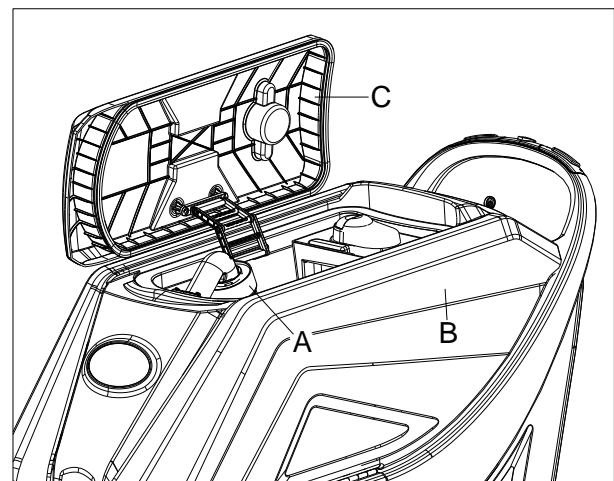
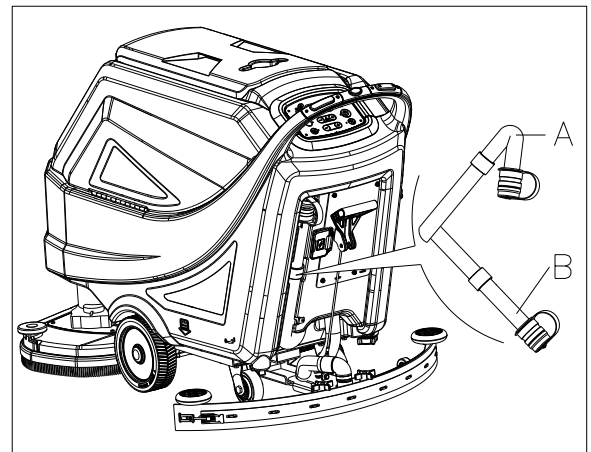

Abbildung 16
Abbildung 17
Eine automatische Schwimmerabschaltung (B, Abbildung 16) blockiert das Vakuumsystem, wenn der Schmutzwassertank (C) voll ist. Die Deaktivierung des Vakuumsystems wird durch einen plötzlichen Anstieg der Geräuschfrequenz des Vakuumsystemmotors signalisiert, selbst wenn der Boden noch nicht getrocknet wurde.
Wenn das Vakuumsystem versehentlich abgeschaltet wird (z.B., wenn der Schwimmer wegen einer plötzlichen Bewegung der Maschine aktiviert wird), gehen Sie zur Wiederaufnahme des Betriebs wie folgt vor: Schalten Sie das Vakuumsystem durch Drücken des Schalters (50, Abbildung 3) aus, öffnen Sie dann die Abdeckung (A, Abbildung 16) und prüfen Sie, ob der Schwimmer im Inneren des Gitters (B) sich auf Wasserhöhe befindet. Dann schließen Sie die Abdeckung (C) und schalten Sie das Vakuumsystem durch Drücken des Schalters (50, Abb. 3).
Wenn der Schmutzwassertank (B, Abbildung 16) voll ist, entleeren Sie diesen nach dem folgenden Verfahren.
5. Entleeren Sie den Schmutzwassertank mit dem Schlauch (A, Abbildung 17). Spülen Sie dann den Tank (B, Abb. 16) mit sauberem Wasser aus.
Wenn Sie das Schmutzwasser entleeren muss die Vakuumröhre für den Abfall zusammengeklappt werden (A, Abb. 17) und in eine niedrigere Position (B, Abb. 17) abgesenkt werden. Öffnen Sie dann den Deckel der Vakuumröhre für den Abfall, um das Wasser abzulassen. Richten Sie den Abfluss des Vakuumrohrs nicht nach oben, um das Wasser vertikal abtropfen zu lassen. Dies verhindert, dass Schmutzwasser auf den Maschinenbediener geschüttet wird.